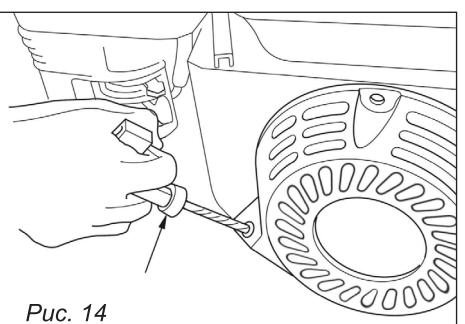

Рис. 14
6. Возьмитесь за ручку стартера и медленно потяните до появления ощущения сопротивления, затем потяните ручку стартера резким рывком (рис. 14).